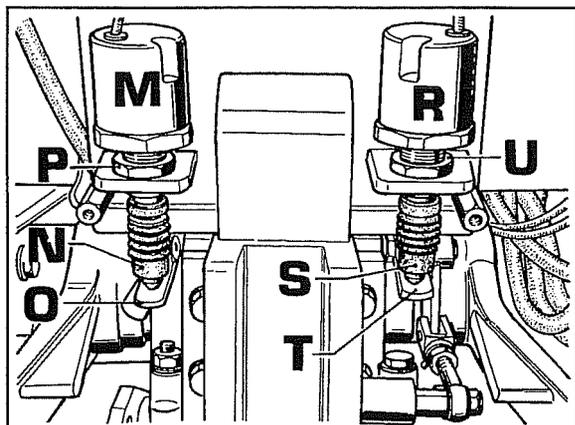

Fig. 54
1. Réglage du capteur de contrôle de position **M** (fig.54).
2. Réglage du capteur de contrôle d'effort **R** (fig.54).
- d. Tourner le rhéostat **V** sur le signe (-). Si le relevage ne monte pas cela signifie qu'il est réglé correctement. Si au contraire le relevage soulève l'outil, il faut effectuer un réglage supplémentaire. Sur le capteur d'effort **R** fig.54 opérer de la manière suivante :
- e. Pour le contrôle du réglage sur le capteur **M** fig.54 de commande de position il faut :
Pousser le levier **O** (fig.54) de commande du capteur à la main. Si le relevage s'abaisse encore, cela signifie qu'il faut reprendre le réglage précédent en opérant de la manière suivante :